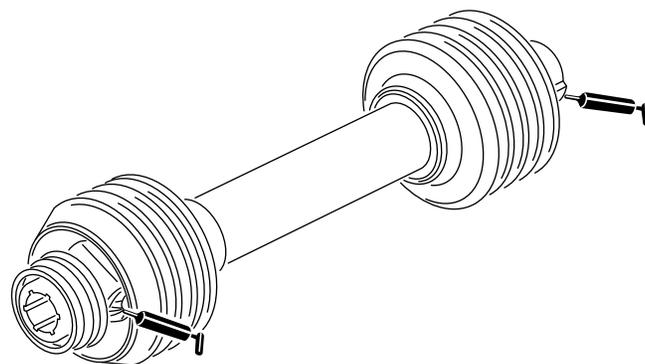

Figura 10
2. Engrase los engrasadores de los cojinetes del eje del ventilador como se muestra en la Figura 10 con grasa de litio N.º 2.
Engrase los 2 engrasadores del árbol de transmisión como se indica en la Figura 10 con grasa de litio N.º 2.